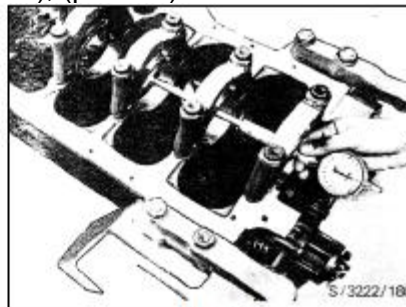

РИС. 16
4) Измерьте посадочные отверстия коренных подшипников, используя нутромер, и запишите показания в лист осмотра-2 (см. табл. 6), (рис. 16)